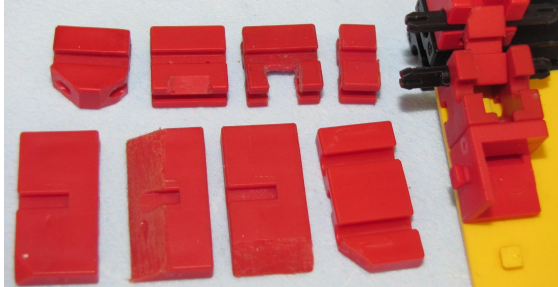

Abb. 16
- Baustein 7,5 mittig durchgesägt, sehr vielseitig, zum Beispiel für weit öffnende Türen (Abb. 16)